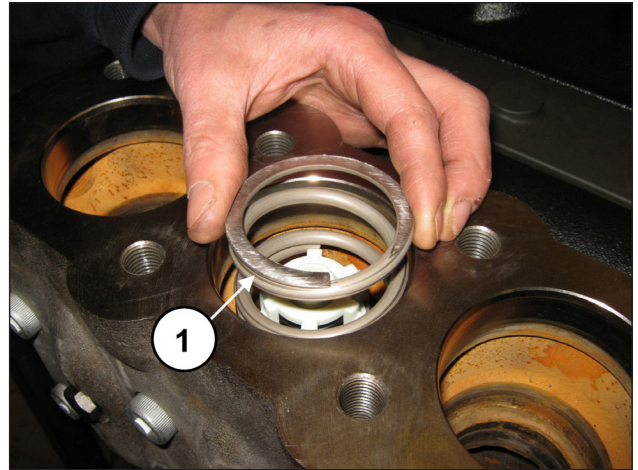

Fig. 97
Dégager le ressort (rep. ①, Fig. 97).